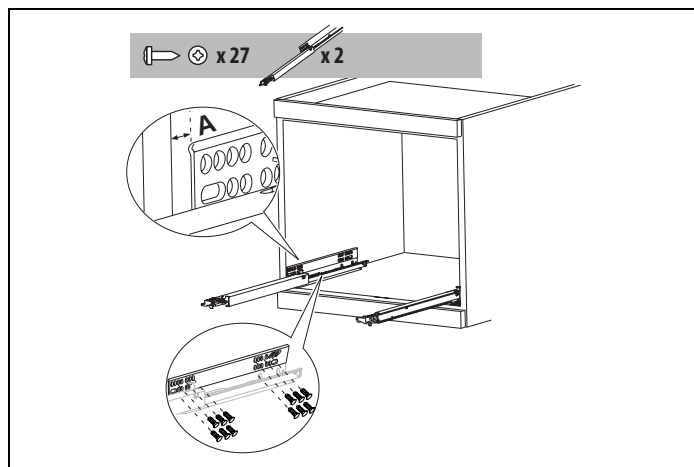

Fig. 4
- Positionera skenorna på sidorna i skåpet såsom visas i Fig. 4 . Fäst med medföljande skruvar och dra sedan ut dem helt.